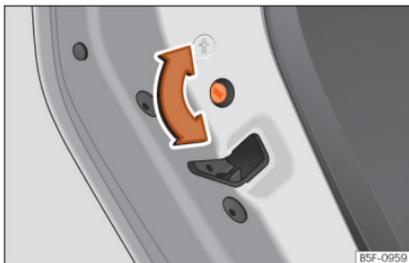

Abb. 147 Kindersicherung in der linken Tür
- Drehen Sie bei geöffneter Tür den Schlitz mit dem Fahrzeugschlüssel an den linken Türen im Uhrzeigersinn »» **Abb. 147** und bei
- Drehen Sie bei geöffneter Tür den Schlitz mit dem Fahrzeugschlüssel an den linken Türen im Uhrzeigersinn »» **Abb. 147** und bei den rechten Türen gegen den Uhrzeigersinn.